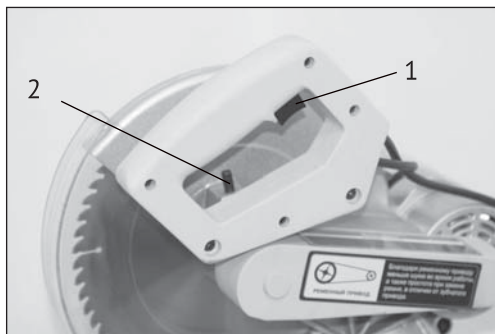
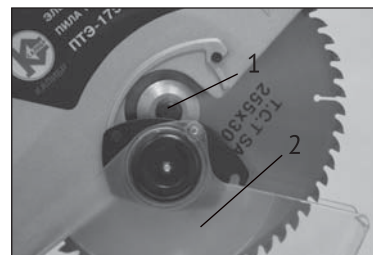

рис.2
рис.5
-включение/выключение пилы осуществляется нажатием на кнопку выключателя (рис.2 поз.1). Подвижной защитный кожух будет подниматься автоматически по мере опускания режущего блока.
- отведите подвижный защитный кожух (рис.5 поз.2) вверх до упора, чтобы иметь свободный доступ к шпинделю (рис.5 поз.1). Заблокируйте вращение шпинделя нажатием кнопки фиксации, расположенной на корпусе редуктора (рис.2 поз.2);